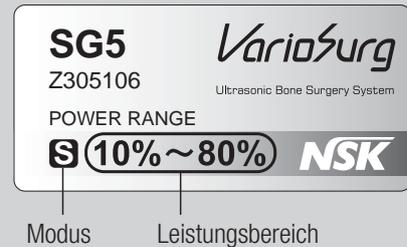

Abb. 21
- Verwenden Sie einen Aufsatz nur für Anwendungen, die dem auf der Verpackung angegebenen Modus und Leistungsbereich entsprechen. Falls er außerhalb des vorgeschriebenen Leistungsbereichs betrieben wird, kann der Aufsatz brechen und dabei Zahnoberflächen oder Weichgewebe beschädigen. (Abb. 21)